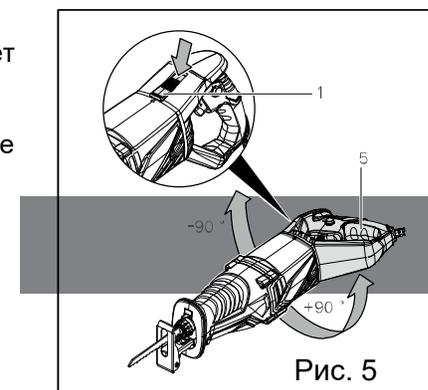

Рис. 5
1. Нажмите кнопку деблокировки рукоятки (1) (Рис. 5)